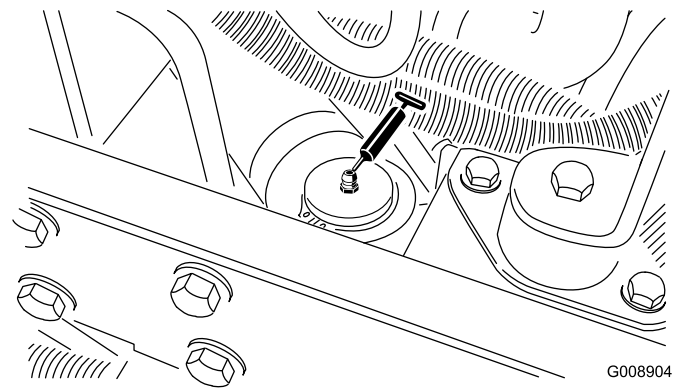

Figura 60
- Cilindro da direção (Figura 60).